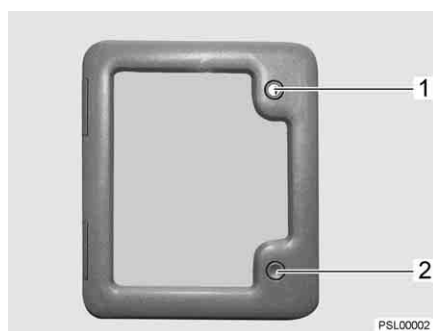

Fig. 5 Sportello esterno cassetta Thetford
Apertura: ■ Inserire la chiave nel cilindro della serratura a pressione (Fig. 5,1) e ruotare in senso antiorario di un quarto di giro.
■ Premere contemporaneamente entrambe le serrature a pressione (Fig. 5,1 e 2) con il pollice e aprire lo sportello esterno.
- Inserire la chiave nel cilindro della serratura (Fig. 5,1) e ruotare in senso orario di un quarto di giro.